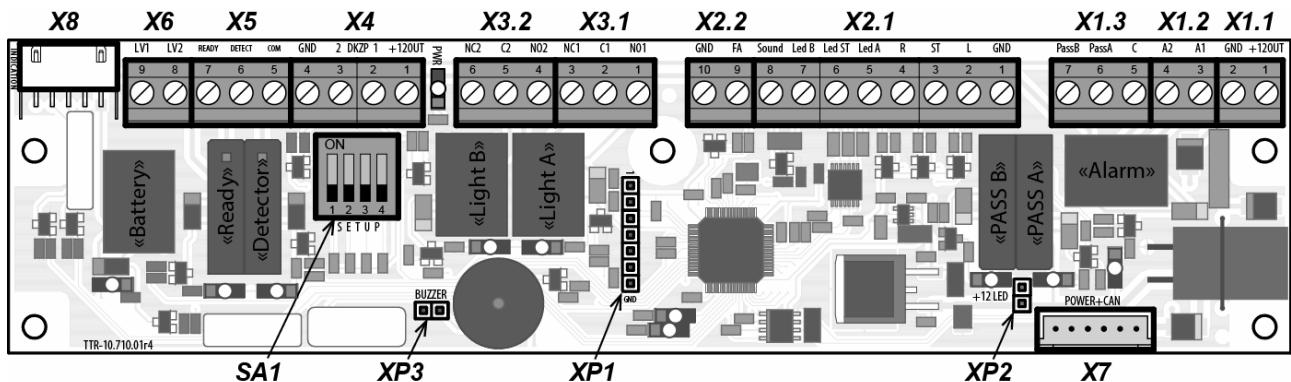

Рисунок 7. Внешний вид платы интерфейса
Общий вид платы интерфейса (10) показан на рис. 7.
Режим управления определяется установленным в положение ***ON / OFF*** переключателем ***SA1 (SETUP)*** на плате интерфейса (10). Расположение переключателя показано на рис. 7. Положение переключателя ***ON*** – импульсный режим управления, ***OFF*** – потенциальный режим управления.